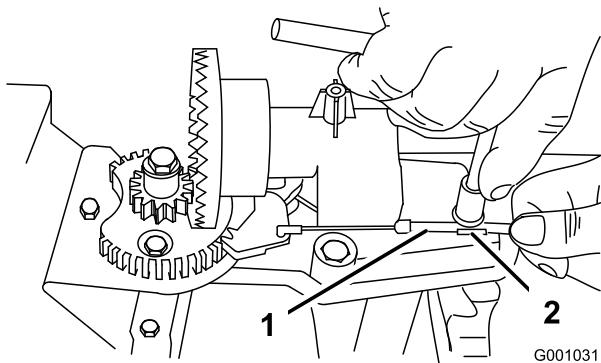
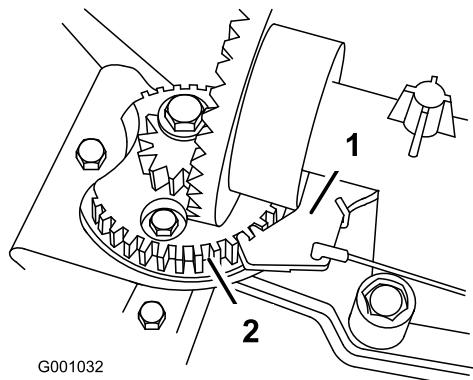

Figure 50
Figure 51
2. Desserrez le boulon du serre-câble (Figure 50).
3. Saisissez la gaine du câble et déplacez-la vers l'avant de la machine jusqu'à ce que le cliquet de verrouillage de l'éjecteur s'engage complètement dans les dents du secteur (Figure 50 et Figure 51).
Remarque: Le cliquet est rappelé par ressort et s'engage naturellement dans les dents du secteur (Figure 51).